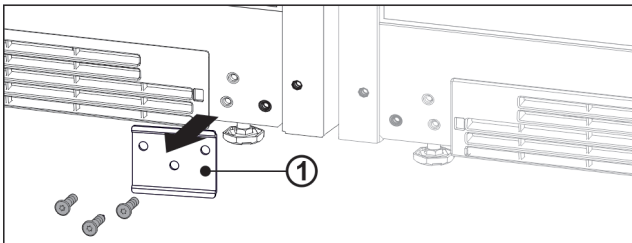

Fig. 11
- Wenn das Blech Fig. 11 (1) verbaut ist, Blech abschrauben.